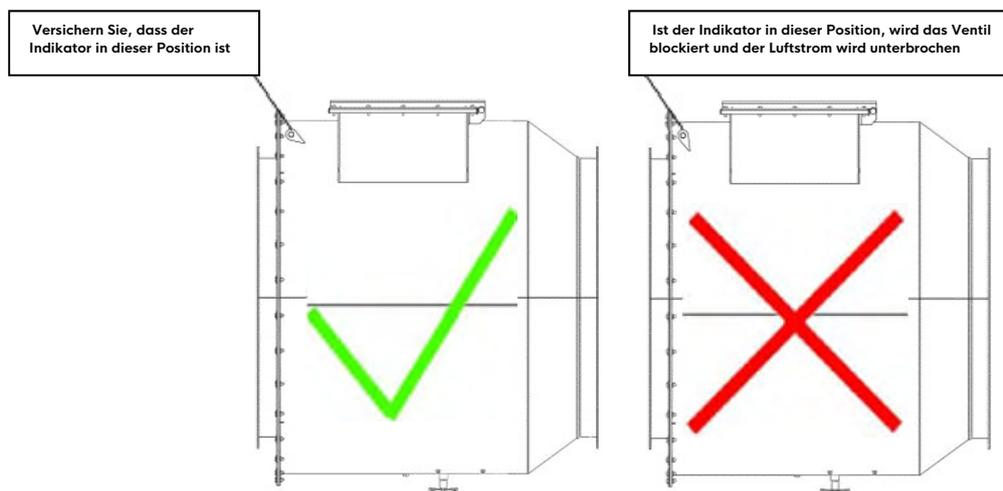

Abbildung 11 : Indikatorposition
Schritt 2: Versichern Sie, dass der Indikator sich in der richtigen Position befindet (Abbildung 11), andernfalls entsperren Sie ihn vor der Verwendung.